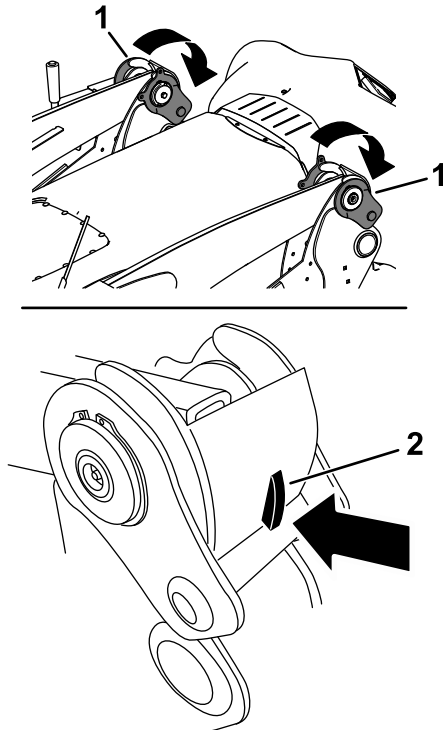

Figura 54
7. Bloquee los brazos de carga en la máquina bajando el cierre de cada brazo de carga hasta que el seguro sujete los cierres en su sitio (Figura 54).